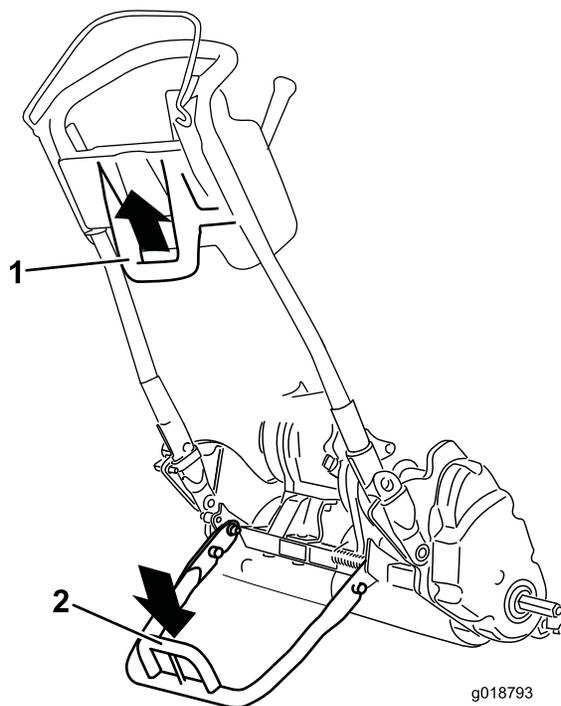

图22
- 要使用支架安装行走轮，首先应将支撑架放到地面上，踩下支撑架环，并向上向后拉中下部手柄（图22）。